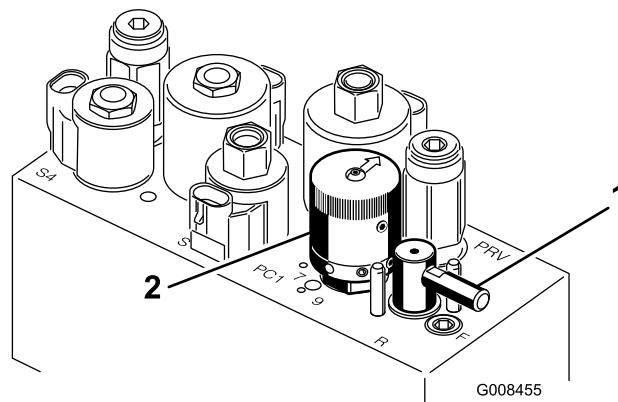

Bild 49
5. Drehen Sie den Lapphebel auf R (Bild 49).
6. Drehen Sie den Spindeldrehzahlregler auf 1 (Bild 49).